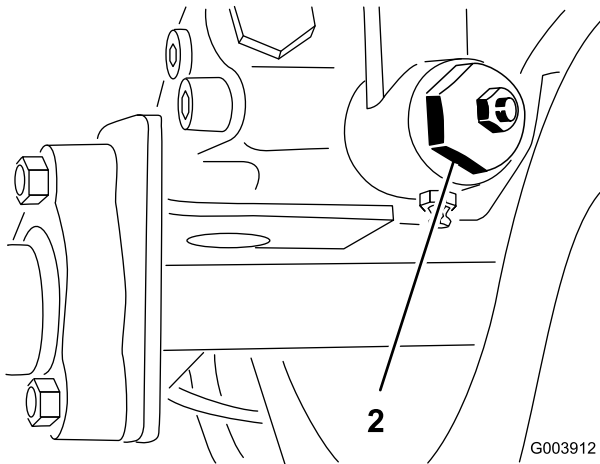

Bild 61
- Lösen Sie rechts an der Maschine die Sicherungsmutter an der Fahrtrieb-Einstellnocke (Bild 61).